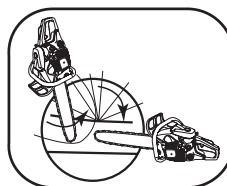

Рис. 9D
2. Когда диаметр ствола больше длины шины, выполняется два среза, как это показано на (Рис. 9D).